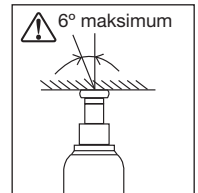

Fig. 4 - Hellende last
**ADVARSEL:** Under løftet må lastens helling ikke overskride 6 grader. Se Fig. 4.